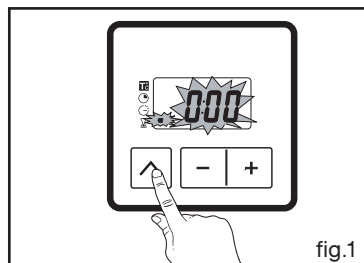

fig.1
- Appuyez sur la touche " " (fig.1) jusqu'à faire clignoter le symbole minuterie